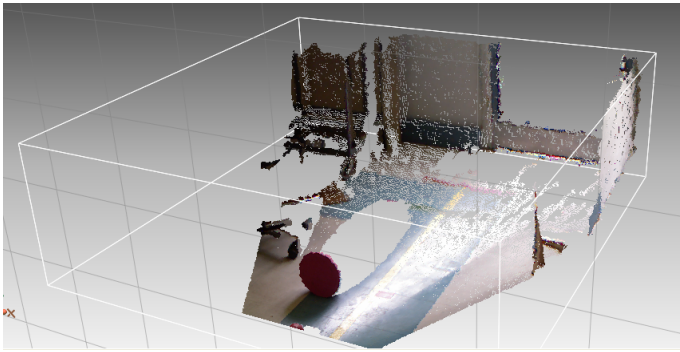

Figure 2. Un nuage de points acquis avec la Kinect embarquée sur CoreBot M
- Le *kinect_3d_server*, qui associe l'image couleurs avec l'image de profondeur et produit un nuage de points texturé (cf. figure 2). Ce composant s'appuie sur les techniques